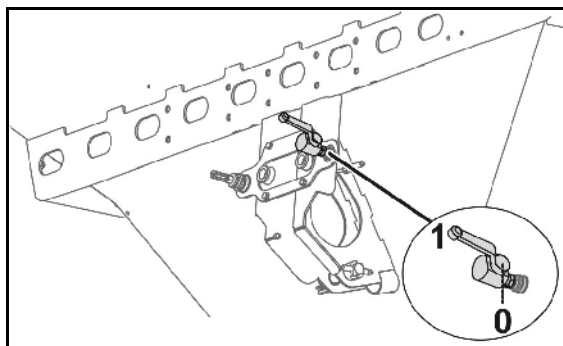

Рис. 65
Создание технологических колей представлено на рисунке (Рис. 65) на нескольких примерах:
1. См. в таблице (Рис. 65):
На рисунке (Рис. 65) показаны примеры создания технологических колеи с 4-м ритмом переключения.